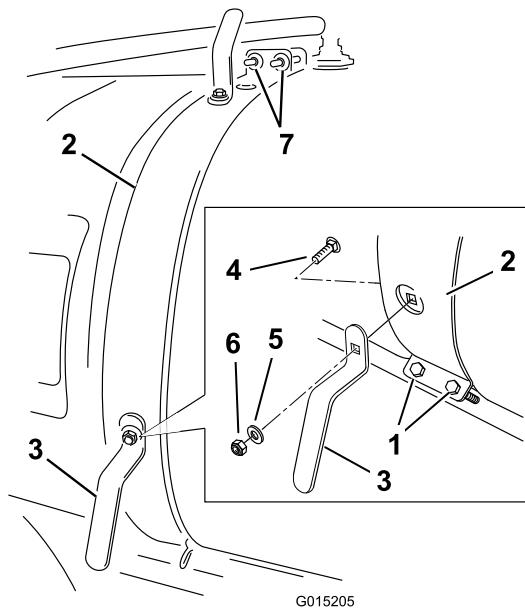

図 3
- タンクの前ベルト（右側部分）をゆるめる（図 3）。
2. 下側ホースフックを、図 3 に示すように取り付ける；キャリッジ・ボルト (5/16 x 3/4 インチ)、ワッシャ (3/8 インチ)、ロックナット (5/16 インチ) を使用する。
3. 上側ホースフックを、図 3 に示すように取り付ける；キャリッジ・ボルト (5/16 x 3/4 インチ)、ワッシャ (3/8 インチ)、ロックナット (5/16 インチ) を使用する。